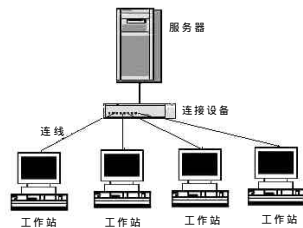

图 1
计算机网络一般由服务器、工作站、外围设备和通信协议组成。图 1 是一个常见的网络结构图:①服务器(Server)。服务器是整个网络系统的核心,它为网络用户提供服务并管理整个网络。根据服务器担负网络功能的不同又可分为文件服务器、通